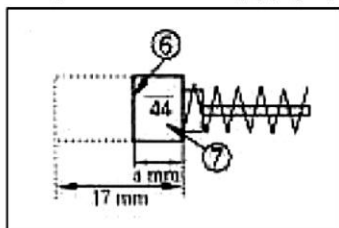

Fig. 7
Il motore utilizza spazzole di carbone soggette a usura. Per evitare malfunzionamenti del motore, sostituire le spazzole di carbone quando sono eccessivamente usurate. Limitatore di usura (6) della spazzola di carbone (7) (Fig. 7).